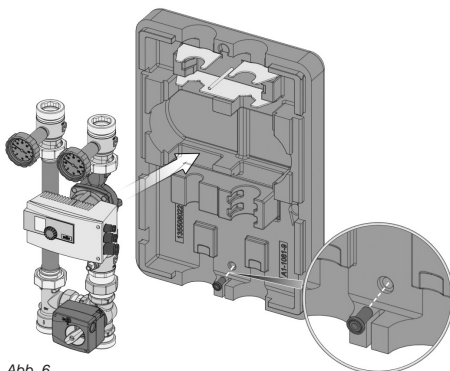

Abb. 6
7. Wandhalterung (6) mit Sechskantschrauben (SW12) an Wand befestigen (Abb. 6).
8. Unterschale auf Wandhalterung aufsetzen (Abb. 6).
9. Distanzstück (8) in untere Bohrung der Unterschale einsetzen mit Sechskantschraube (SW12) an Wand befestigen (Abb. 6).
10. Armaturengruppe (5) in Unterschale (7) einsetzen, mit Sicherungsblech (4) und Sechskantmutter (3) befestigen (Abb. 6).
11. Einlegeblock (2) einsetzen (zweiteilig) (Abb. 6).